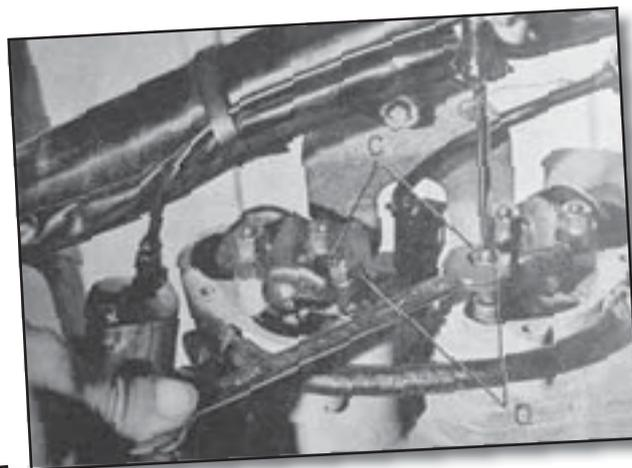

fig. 3
3) Poner el motor en punto muerto superior de compresión y con una llave y destornillador se efectúa el reglaje por medio de las tuercas y tornillos C y D (fig. 3).